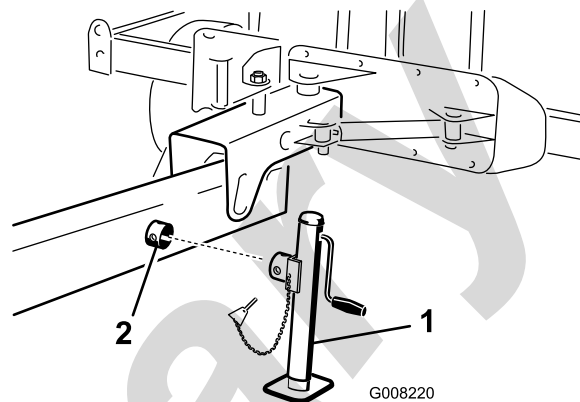

Рисунок 10
2. Поворачивайте подъемную опору до совмещения отверстий и закрепите соединение шплинтом (Рисунок 10).
1. На стороне сцепного устройства наденьте подъемную опору на подъемную трубу (Рисунок 10).